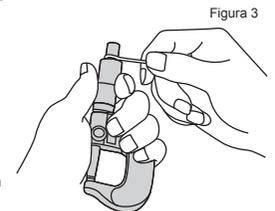

Figura 3
• Si la diferencia del punto de origen es alrededor de  $\pm 0,01$  mm o más (Figura 3)